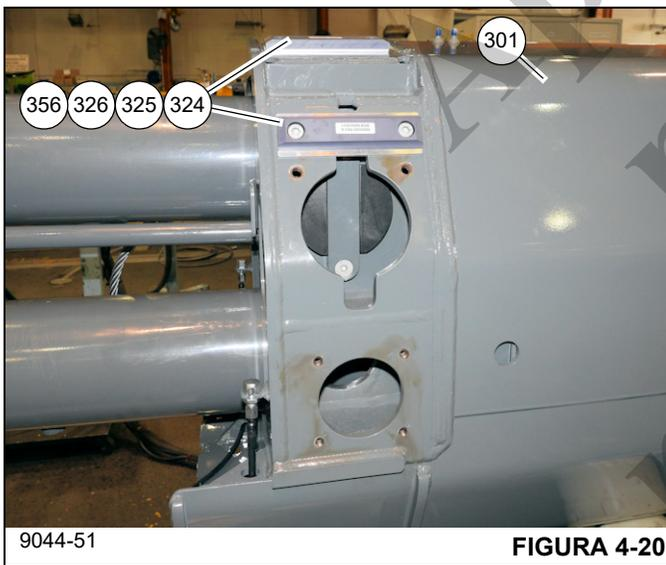

FIGURA 4-20
29. Remova os parafusos (327) que prendem as placas de desgaste superior e laterais (326, 356) e os calços (324, 325) ao telescópio 2 (301) (consulte a Figura 4-20).